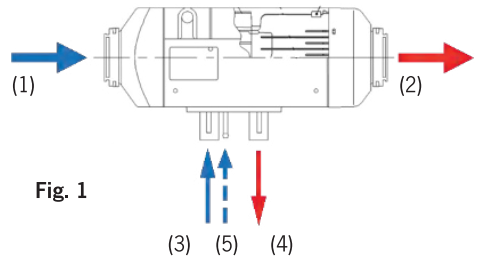
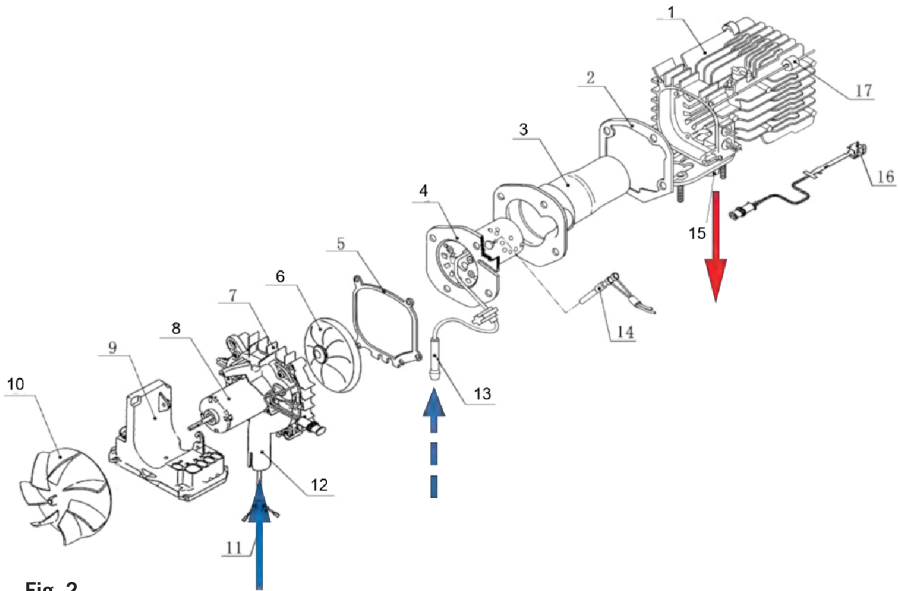
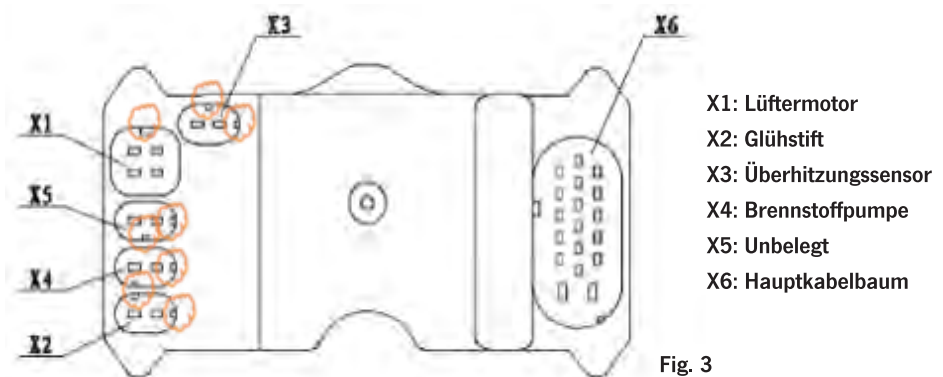

Fig. 1
Fig. 2
Fig. 3
Das System besteht aus einem Brenner [Seite 12 Fig. 2 (4)] und einer Brennkammer [Seite 12 Fig. 2 (3)] die sich innerhalb eines Wärmetauschers befinden [Seite 12 Fig. 2 (1)].
[Fig. 1 (1)] [Seite 12 Fig. 2 (10)]. Nach Passieren des Wärmetauschers wird erhitzte Luft ausgeblasen [Fig. 1 (2)].
Für den Verbrennungsprozeß sind Diesel als Brennstoff sowie Sauerstoff notwendig. Der Brennstoff wird über einen Einlaßstutzen zum Brenner geleitet [Fig. 1 (5)] [Seite 12 Fig. 2 (13)], um dort nach der Einspritzung mit Hilfe eines Glühstiftes entzündet zu werden [Seite 12 Fig. 2 (14)]. Die entstehende Flamme gelangt am Ende des Brenners in den Raum zwischen Brenner [Seite 12 Fig. 2 (4)] und Brennkammerwand [Seite 12 Fig. 2 (3)]. Über deren Kontakt zum Wärmetauscher [Seite 12 Fig. 2 (1)] wird dieser erhitzt.
Die Versorgung von Sauerstoff für die Verbrennung erfolgt über einen Zuluftstutzen [Fig. 1 (3)] [Seite 12 Fig. 2 (12)]. Der innere Impeller [Seite 12 Fig. 2 (6/8)] saugt die Luft an und drückt sie in den Brenner. Nach erfolgter Verbrennung werden die Abgase über den Abgasstutzen [Fig. 1 (4)] [Seite 12 Fig. 2 (15)] abgeführt.
Die Steuereinheit [Seite 12 Fig. 2 (9)] befindet sich im vorderen Teil des Heizgerätes hinter dem Impeller für die Heizluftzufuhr. Ihre Hauptaufgabe besteht darin alle Systemdaten zu sammeln (Daten von: Temperatursensoren, Antriebsdaten, Impulse, Drehzahlen, Spannungen usw.). Auf Basis dieser Daten regelt die Steuerung den Heizprozeß, die Anlagenüberwachung und den Umgang mit Anlagenstörungen.
Der Überhitzungssensor [Seite 13 Fig.3-(X3)] befindet sich am hinteren äußeren Ende des Wärmetauschers [Seite 12 Fig.2-(16)]. Sofern die Temperatur des Aluminiumkörpers eine im System definierte Grenze überschreitet, wird die Brennstoffpumpe durch die Steuereinheit abgeschaltet und die Brennstoffzufuhr sofort gestoppt. Daraufhin wird das Heizgerät zum Schutz vor Überhitzung abgeschaltet. Der Lüfter läuft solange weiter, bis eine im System hinterlegte Temperatur unterschritten wird.